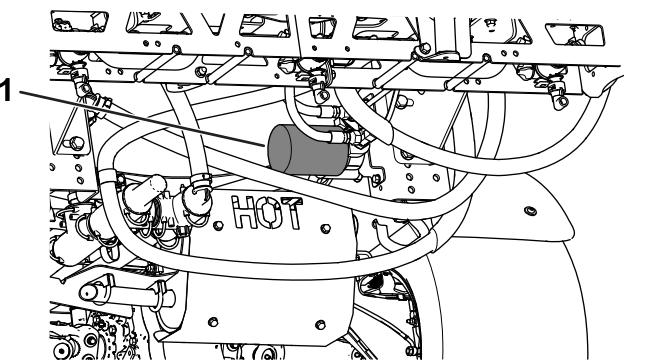

Figure 52
4. Retirez le filtre (Figure 52).